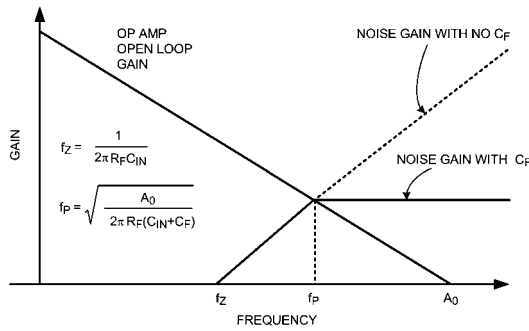

FIGURE 9.  $C_F$  Selection for Stability
最大限フラットな応答を得るのに重要な部品は帰還コンデンサ  $C_F$  です。アンプ入力部分の容量  $C_{IN}$  と帰還コンデンサ  $R_F$  の組み合わせると位相遅れが生じ、それがゲインピークを招いて回路が不安定になります。 $C_{IN}$  は通常は単に  $C_D$  と  $C_{CM}$  の合計です。帰還コンデンサ  $C_F$  は回路のノイズ・ゲインにポール  $f_p$  を形成し、それによって  $R_F$  と  $C_{IN}$  の組み合わせで形成されたノイズ・ゲイン  $f_z$  のゼロをニュートラルにします。ポールの最適な配置を行うと、 $C_F$  により形成されたノイズ・ゲインのポールはアンプのユニティ・ゲインが得られるまでゲインの傾きが 20dB/decade になるため、回路の安定性が確保されます。Figure 9 に示すように、 $f_p$  はノイズ・ゲインがオペアンプの開ループ・ゲインと交差するポイントと一致するように配置します。この場合、 $f_p$  はトランスインピーダンス・アンプの総合 - 3dB 周波数です。 $C_F$  の値には式 (3) で得られた値を入れます。 $C_F$  の値が大きいと帯域が大幅に狭くなり、反対にその値が小さいとゲイン・ピーキングを抑えられず、不安定になります。